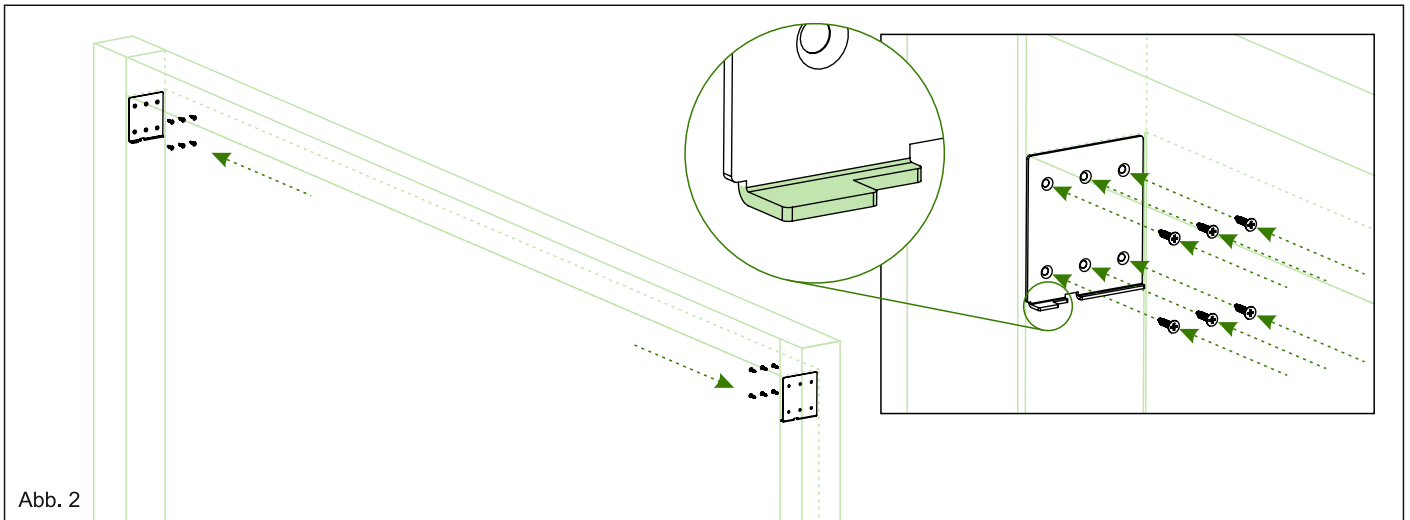

Abb. 2
1. Montieren Sie die Gehäusehalter mit jeweils 6 Kreuzschlitz Schrauben an den Pfosten der Pergola, kontrollieren Sie mit einer Wasserwaage, dass die Komponenten gerade im Rahmen sitzen. Achten Sie darauf, dass die Gehäusehalter mit der längeren Lasche nach Außen platziert werden und bündig mit dem oberen Träger der Pergola sind. Gehäusehalter sind als Montagehalter gedacht. Der Markisenkasten wird von den Seitenprofilen getragen. Hinweis: Der Spalt zwischen Markisenkasten und Gehäusehalter ist notwendig um bei Temperaturschwankungen ausreichend Platz für Materialausdehnung zu lassen. Siehe Abb. 2.